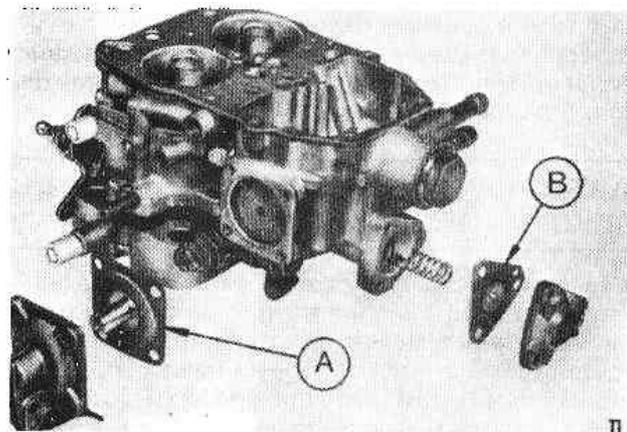

Рис. 3.87. Установка ускорительного насоса и клапана экономайзера (Разд.34)
11. Установите ускорительный насос и клапан экономайзера, собрав их детали, как показано на Рис.3.87.